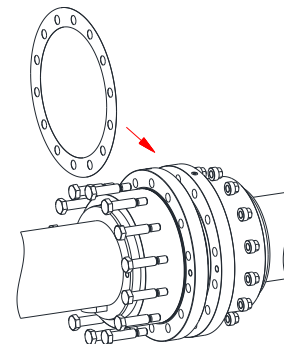

Figura 31
- Inserte la junta plana (componente 5) y atornille los casquillos o casquillo y manguito brida, con los tornillos de ajuste hexagonales (componente 3) y las tuercas (componente 4) observando los pares de apriete indicados (ver tabla 9) (véase la figura 31).